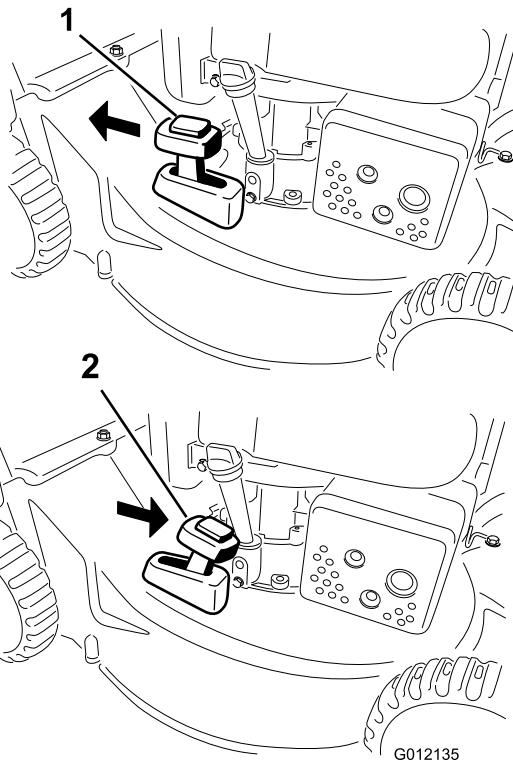

Bild 18
Schieben Sie den Hebel für den zuschaltbaren Grasfangkorb in die RECYCLING-Stellung, um das Schnittgut zu recyceln (Bild 18).
- Setzen Sie den Fangkorb ein, siehe Montieren des Fangkorbs \(Seite 12\), und stellen den Hebel für den zuschaltbaren Fangkorb in die BAGGING-Stellung, wie in Bild 18 abgebildet.
Der Hebel für den zuschaltbaren Fangkorb sollte in der BAGGING-Stellung sein, wie in Bild 18 abgebildet.